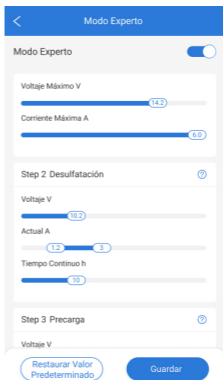

Figura 3.3.3
4. Si el modo DIY no pudo satisfacer sus necesidades, usted puede seleccionar el modo experto. En el que, puede personalizar aún más el modo de carga. Conozca sus requisitos de carga al configurar el voltaje, la corriente, la duración y el número de ciclos para cada paso de carga. (Consulte la Figura 3.3.3)